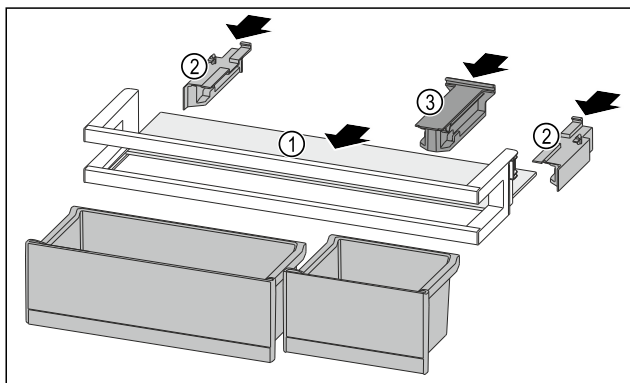

Fig. 247
- Abstellfläche Fig. 247 (1) in die seitlichen Aussparungen einschieben.
- Seitenteile Fig. 247 (2) einsetzen.
- Halteteil Fig. 247 (3) einsetzen.